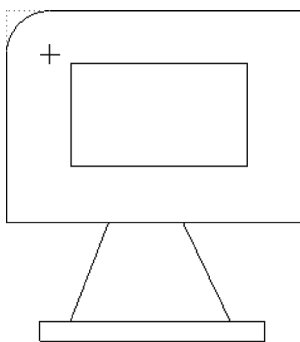

图 2-65 绘制圆角
STEP 03 在绘图区左上方的水平和垂直直线上依次单击鼠标左键，绘制圆角，效果如图 2-65 所示。